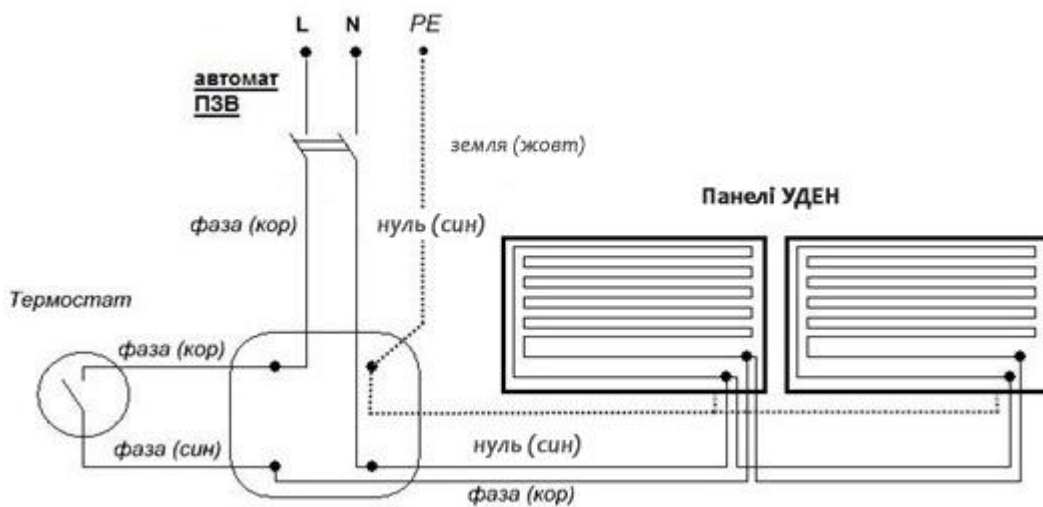

Рис. 3.2.
3.2. Схема розключення розподільчої коробки - на рис. 3.2.